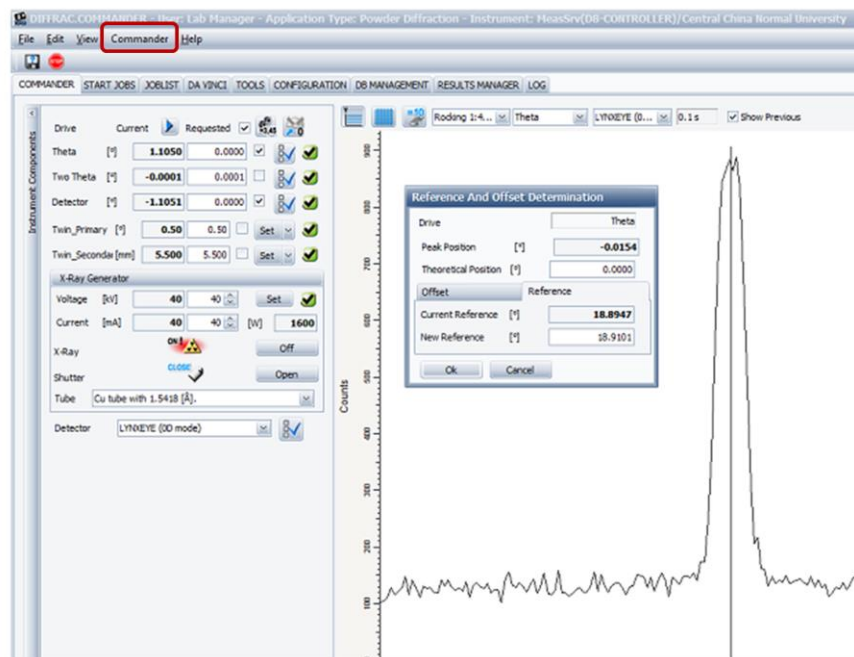

图 3-3
3.2.3 选择 Rocking 扫描模式，用来确定 theta 轴是否在零点。设置 theta 扫描范围（ $-1^{\circ}$ ， $0.01^{\circ}$ ， $1^{\circ}$ ）测量设为 0.1sec/step，击 start，测完后打开 commander 目录下的 reference and offset determination，选择 reference，点击 OK 重置 tube 的参考位置。（图 3-3）